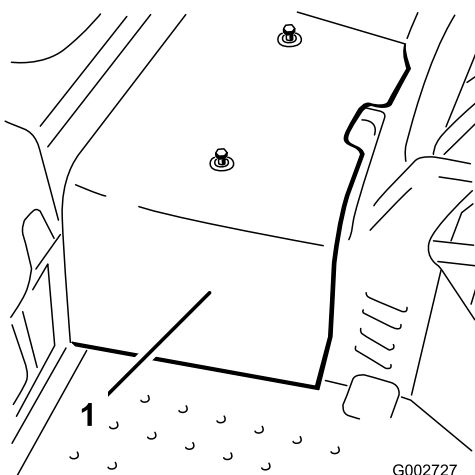

Bild 32
2. Lösen Sie die zwei Schrauben, mit denen die mittlere Haube an der Maschine befestigt ist, und nehmen Sie die Haube ab (Bild 32).